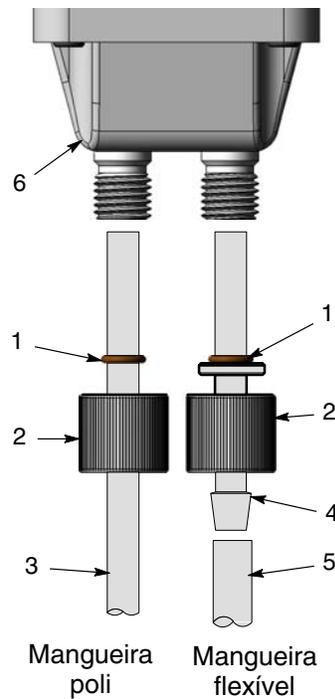

Figura 3-12 Instalação dos tubos da bomba Prodigy HDLV
1. Consulte a figura 3-12. Remova da bomba a porca de fixação (2) do tubo e a junta tórica (1).
2. Monte a junta tórica no adaptador do tubo (4), até ela encostar à flange do adaptador.
3. Monte a extremidade do adaptador no bloco de desgaste (6).
5. Empurre o tubo flexível de pó (5) enfiando-o na extremidade com barbela do adaptador.
1. Consulte a figura 3-12. Remova da bomba a porca de fixação (2) e a junta tórica (1).
2. Enfie a porca de fixação no tubo poli (3).
4. Empurre o tubo poli, inserindo-o no bloco de desgaste (6) até ele encostar.